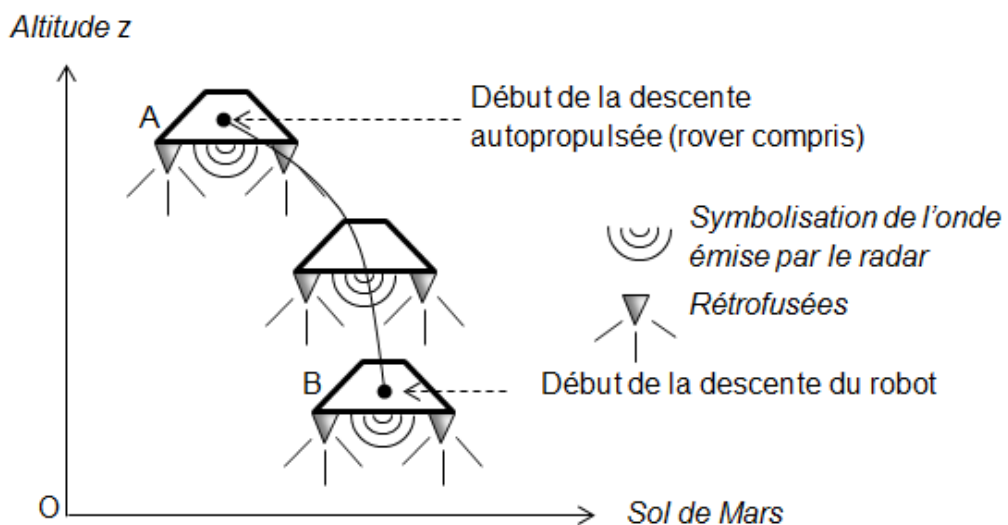

Figure 1
- 1.1. Établir l'expression du travail du poids  $W(\vec{P})$  de l'étage de descente, lors de son déplacement du point A au point B définis sur la figure 1 de la page précédente, en fonction de  $m$ ,  $g$ ,  $AB$  et de l'angle  $(\vec{P}, \overline{AB})$  noté  $\theta$ .
Considérons au niveau microscopique, un arrangement d'anions et de cations schématisé sur la figure 1, tel qu'il peut en exister dans un cristal.
Quand aucune contrainte mécanique n'agit sur le cristal, pour chaque arrangement élémentaire, le « centre » des charges électriques positives coïncide avec celui des charges électriques négatives (point G sur la figure 1). En revanche, dès que le cristal est comprimé, cette coïncidence disparaît, comme le montre le schéma de la figure 2 (points  $G^+$  pour les charges positives et  $G^-$  pour les charges négatives). Cette compression est modélisée par deux forces opposées de même module  $F$ ; la séparation est d'autant plus importante que la compression est grande.